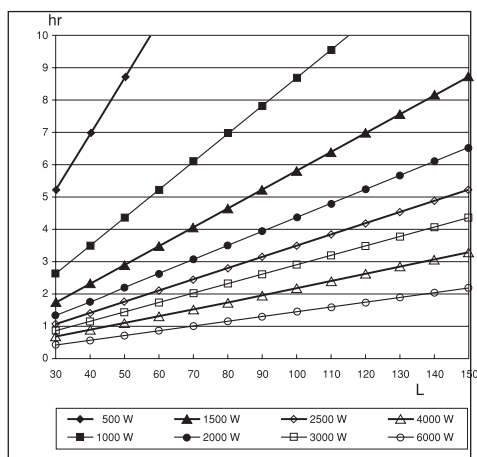

Fig. 6 Durées de chauffe
L'appareil chauffe l'eau lorsque la lampe témoin (en option) est allumée et que de l'eau d'expansion s'égoutte hors de la valve de décharge. Lors de la remise sous tension, tenez compte de la durée nécessaire au chauffage de l'eau. En fonction de la capacité et de la puissance du chauffe-eau, cette durée peut s'élever à plusieurs dizaines de minutes ou même quelques heures (fig. 6).
- graphique présentant les durées de chauffe (fig. 6, **page fr-51**). La durée de chauffe (hr) est représentée sur ce graphique comme fonction du volume (L) et de la puissance (W) du chauffe-eau. La durée de chauffe constitue la durée nécessaire à chauffer la capacité totale du chauffe-eau à une température comprise entre 15 °C et 88 °C.